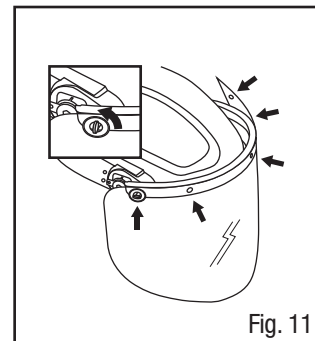

Fig. 11
12. Coloque el protector del visor en la estructura del protector del visor y bloquéelo en su lugar (vea la Fig. 11). Asegúrese de que el visor sea correcto para la aplicación esté bien colocado y ajustado en su totalidad.